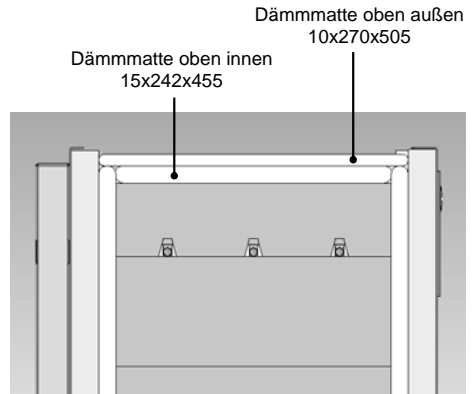

Fig.7 Obere Dämmmatten
- Obere Dämmmatten **dicht** auflegen (Fig.7).